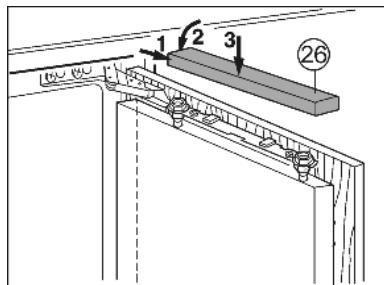

Fig. 22
- Установите и защелкните верхнюю крышку Fig. 22 (26).